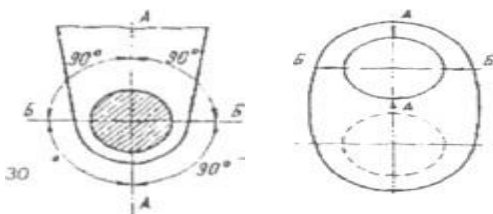

Рис. 2. Схема обмера диаметров шеек коленчатого вала: а - коренных, б - шатунных
- Замерить по схеме обмера (Рис. 2) размеры коренных шеек коленчатого вала и определить величины износа и отклонений формы.
- Замерить по схеме обмера (Рис. 2) размеры шатунных шеек коленчатого вала и определить величины износа и отклонений формы.